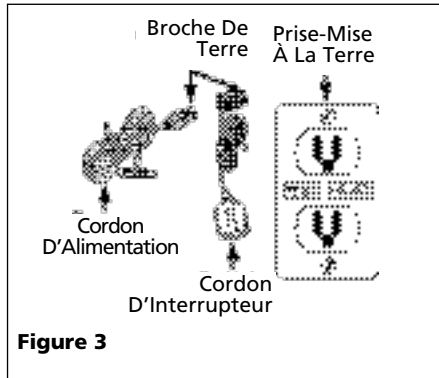

Figure 3
- Introduire le cordon d'alimentation de la pompe directement en arrière de la fiche de l'interrupteur flotteur (Voir Fig. 3).